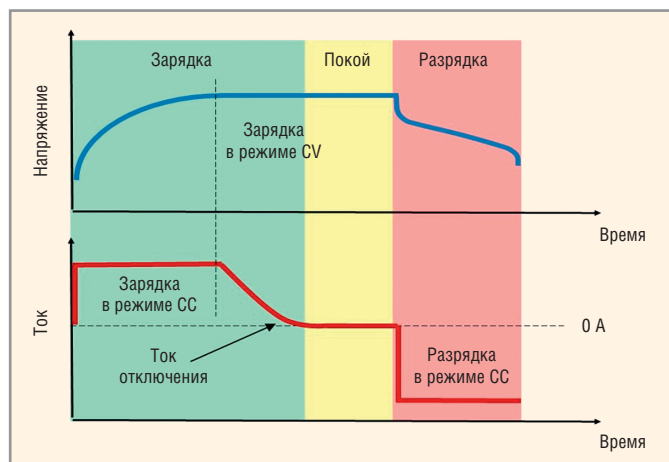

Рис. 1. Типичный цикл зарядки/разрядки литий-ионного аккумулятора
Рассмотрим применение стандартного источника питания на этапе зарядки типичного цикла зарядки/разрядки литий-ионного аккумулятора (см. рис. 1). Зарядка выполняется с помощью источника питания, запрограммированного на нужный ток зарядки аккумулятора и работающего в режиме стабилизации тока (CC). По мере зарядки аккумулятора напряжение на нём растёт. Со временем аккумулятор заряжается до своего напряжения холостого хода. К этому моменту источник питания достигает запрограммированного предельного значения напряжения (которое должно быть равно напряжению на аккумуля-